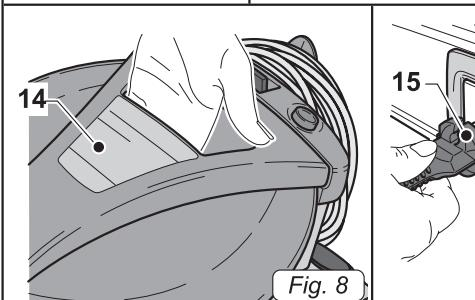

Fig. 8
- Per il suo sollevamento inserire le dita della mano nell'apposita maniglia (14 Fig. 8) ricavata sulla parte superiore del copertino.